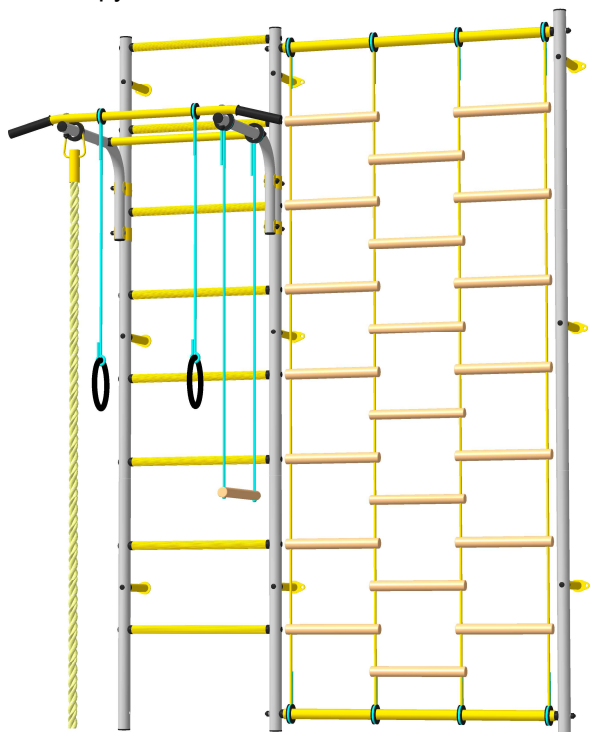

Рис. 1 – ДСК-11.01.С ПВХ «АТЛЕТ-С»
3.1. КОМПЛЕКС представляет собой сборно-разборную каркасную конструкцию из металлических труб, закрепленную анкерными болтами в стену (Рис. 1.) Основными составными элементами КОМПЛЕКСА являются вертикальная «шведская лестница» и регулируемый по высоте турник на металлических хомутах с навесным оборудованием.